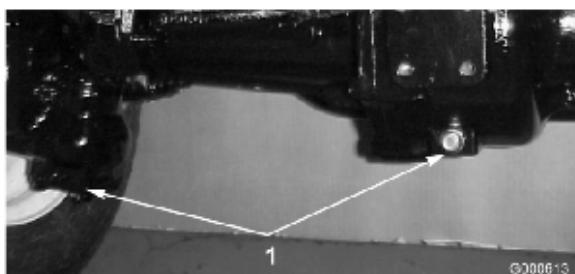

図 45
2. ドレン・プラグ（図 45；左右端に1個と中央に1個、全部で3個ある）の周辺をきれいに拭く。